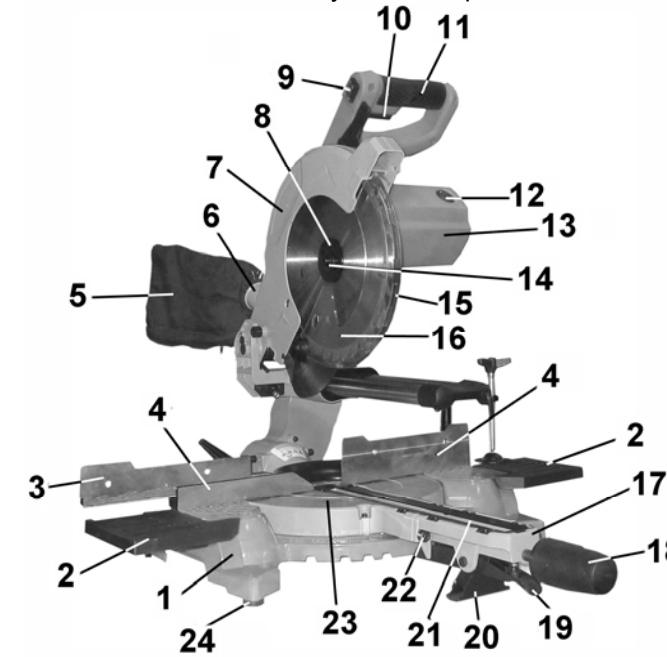

Рис. 2
7.1. Пила состоит из следующих сборочных единиц и деталей. (Рис. 2)
## 8. СБОРКА И ПОДГОТОВКА К РАБОТЕ, Рис. 2 ÷ 8
## 8.2. Приведение пилы в верхнее положение (Рис. 2; 3; 8)
8.2.2. Удерживая пилу за рукоятку (11), переместите её в верхнее положение, как показано на Рис.2; 3; 8.
## 8.3. Транспортировка (Рис. 2)
## 8.4. Установка поворотного стола в положение 0° (Рис.2)
8.5. Замена пильного диска. Пила КОРВЕТ 4-300 оснащена пильным диском (16) (Ø255мм x 30мм), Рис.2. В комплект поставки не входят переходные кольца, предназначенные для установки пильного диска (16) с другими посадочными диаметрами.
## 8.5.1. Снятие пильного диска (Рис. 2; 9-11)
Нажмите и удерживайте кнопку блокировки (26), Рис.2; 9, проворачивая пильный диск (16) до его блокировки.
Выкрутите болт (14), Рис.2; 11, по часовой стрелке. Снимите наружный фланец (8) и пильный диск (16), Рис. 2; 11.
**Перед установкой пильного диска (16) внимательно осмотрите каждую напайку. На них не должно быть трещин и сколов. После установки пильного диска (16) при первом включении и при последующей работе не находитесь в плоскости вращения пильного диска (16), Рис. 2.**
Установите пильный диск (16) в соответствии с последовательностью, указанной на Рис.11 так, чтобы зубья пильного диска (16) были направлены вниз в передней части пилы, Рис.2; 3. На шпindel (44) установите внутренний фланец (45), пильный диск (16) с соответствующим посадочным диаметром. Установите наружный фланец (8), шайбу (46). Закрутите болт (14), Рис.11, вращением против часовой стрелки, удерживая кнопку блокировки (26) фиксации пильного диска (16) в нажатом положении, Рис.2.
9.1. Действие выключателя (Рис. 2). Перед включением пилы в розетку удостоверьтесь, что кнопка выключателя (10) правильно действует и возвращается в позицию «Выкл.» при ее отпускании.
9.2. В верхнем положении пилы защитный кожух (15) заблокирован и опускание пилы за рукоятку (11) невозможно (Рис. 2; 3). Перед опусканием пильного диска (16) необходимо отвести рычаг (27) – разблокировать.